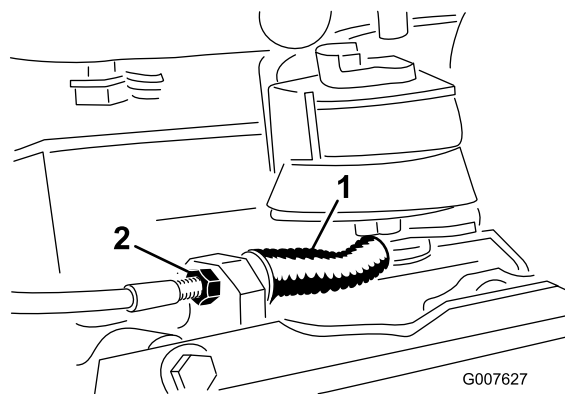

Figura 33
- Per ridurre la tensione del cavo, allentate il controdado del cavo anteriore e serrate il controdado posteriore (Figura 33). All'occorrenza, ripetete i punti 1 e 2.
- Per aumentare la tensione del cavo, serrate il controdado del cavo anteriore e allentate il controdado posteriore (Figura 33). All'occorrenza, ripetete i punti 1 e 2.